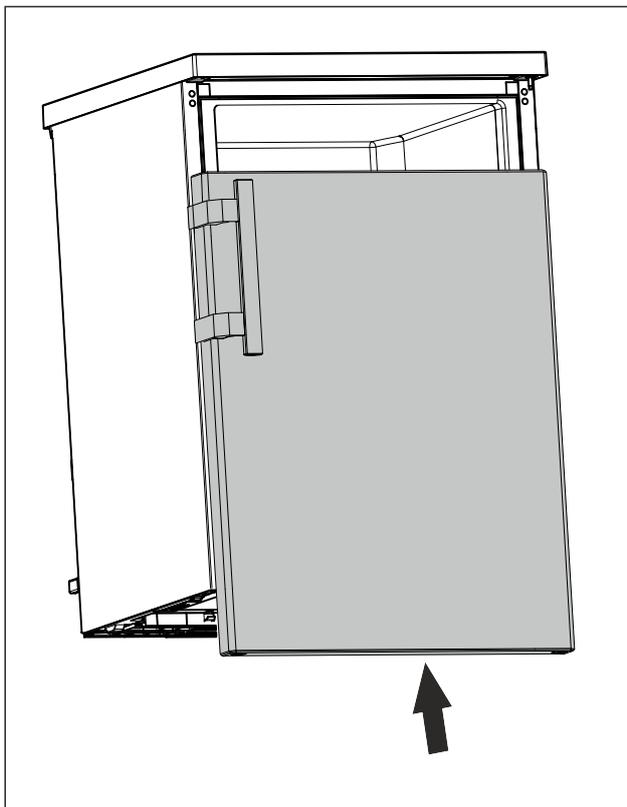

Fig. 20
- ▶ Deslizar la puerta sobre el perno superior cuando esté cerrada. (consulte Fig. 20)